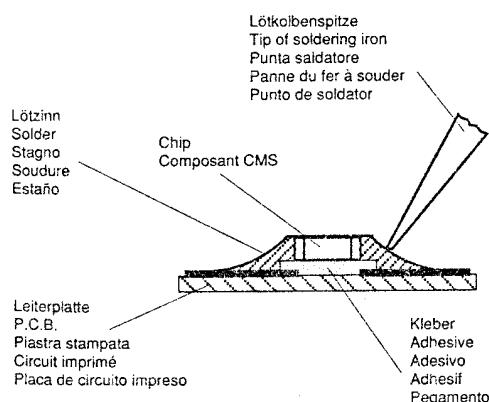

Fig. 1
1. Schritt: CHIP-Lötstelle mit Sauglitzte absaugen (Fig. 1).
1. Aspirare i punti di saldataura del CHIP con una calza dissaldante (Fig. 1).
1. step: Clean the CHIP soldering point with a solder wick (Fig. 1).
1. Aspirer la soudure du composant CMS à l'aide de la tresse à souder (Fig. 1).
Primer paso: Aspirar el estaño del punto de soldadura con un aspirador de los tipos de pera o de resorte (Fig. 1).
$$R_{\text{Isol}} \geq 2M\Omega \text{ bei } U_{\text{Test}} = 500V - \\ \text{Meßzeit: } \geq 1s \text{ (Fig. 1)}$$